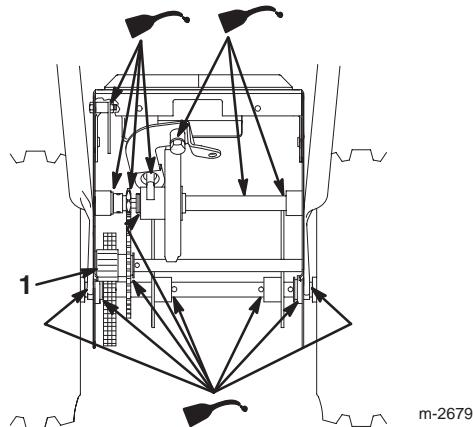

Bild 34
8. Das Achszahnrad leicht einfetten (Bild 34).